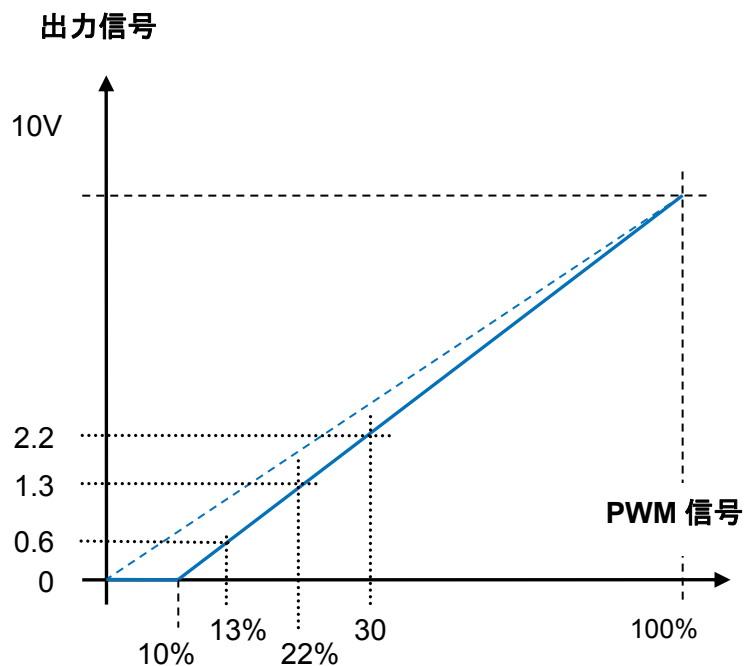

図48：カスケード運転の出力制御曲線
- マスターとすべてのスレーブの出力制御曲線は同じにする。例：図48参照